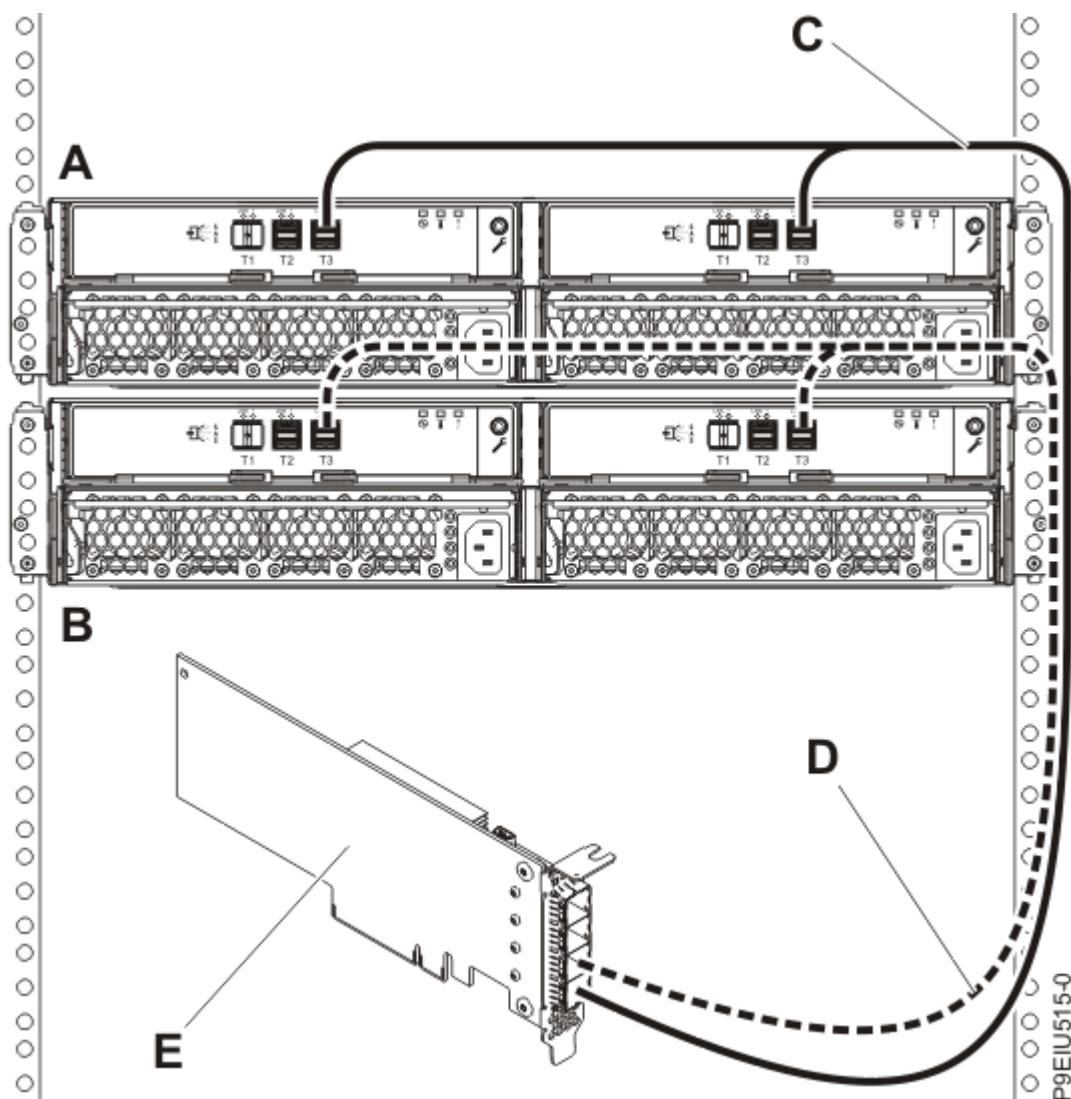

Figura 12. Conexiune mod 1a două incinte de stocare ESLL sau ESLS utilizând cabluri YO12 la un singur adaptor SAS FC EJ0J, FC EJ0K sau FC EJ0M
14. Apoi, finalizați o conexiune mod 1 a două incinte (A și B) utilizând cabluri YO12 (C și D) la un singur adaptor SAS FC EJ0J, FC EJ0K sau FC EJ0M SAS (E), după cum se arată în Figura 12 la pagina 18 și continuați cu “Conectarea cablurilor și cordoanelor de alimentare și instalarea capacelor” la pagina 28.